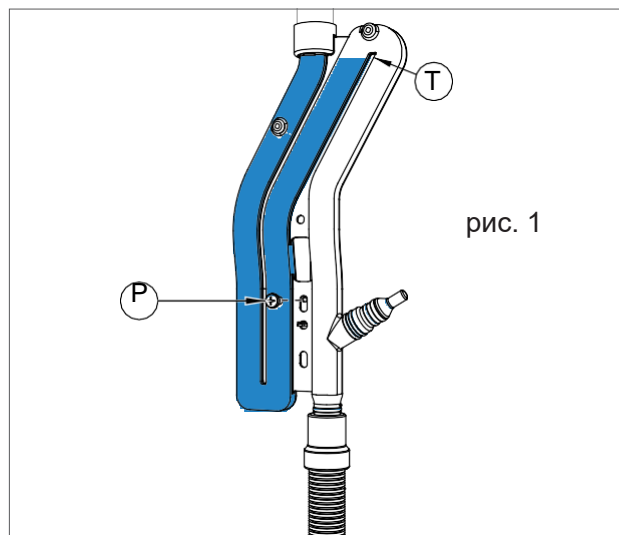

рис. 1
- › Отверните винт Р (рис. 1), выньте сифон и заполните его водой до верхней отметки Т (рис. 1).